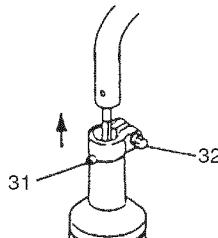

Fig. 27
**Arbre de transmission flexible (Fig. 27)**